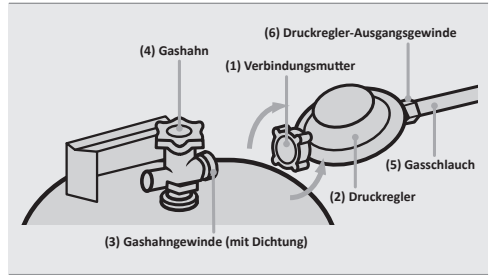

Abb.1: Montage des Druckreglers
2. Verbinden Sie den Druckregler mit der Gasflasche, indem Sie die Verbindungsmutter (1) des Druckreglers (2) durch Linksdrehung (von Hand) auf
das Gashahngewinde (3) schrauben (siehe Abb. 1).
4. Verbinden Sie den Druckregler mit der Gasflasche, indem Sie die Verbindungsmutter (siehe Abb. 1, Nr. 1) des Druckreglers (siehe Abb. 1, Nr. 2) durch Linksdrehung (von Hand) auf das Gashahngewinde (siehe Abb.1, Nr. 3) schrauben (siehe Abb. 1).